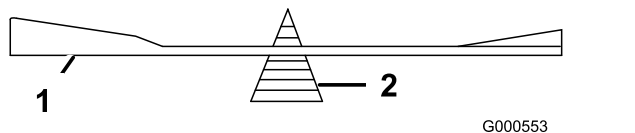

Figure 63
2. Vérifiez l'équilibre de la lame en la plaçant sur un équilibreur (Figure 63).
Remarque: Si la lame est déséquilibrée, limez un peu l'extrémité de l'ailette seulement (Figure 63).